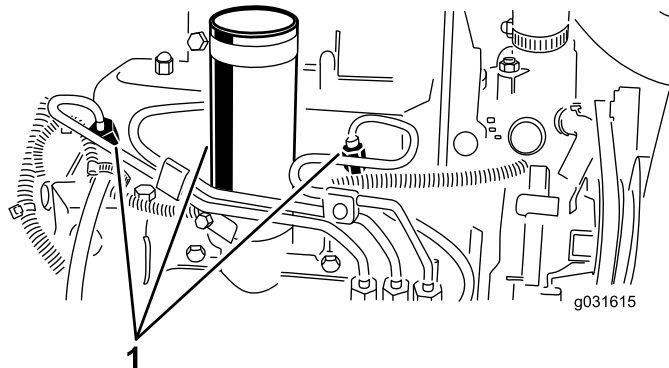

図 51
1. 燃料噴射ポンプの No.1インジェクタノズル 図 51 へのパイプ接続部をゆるめる。